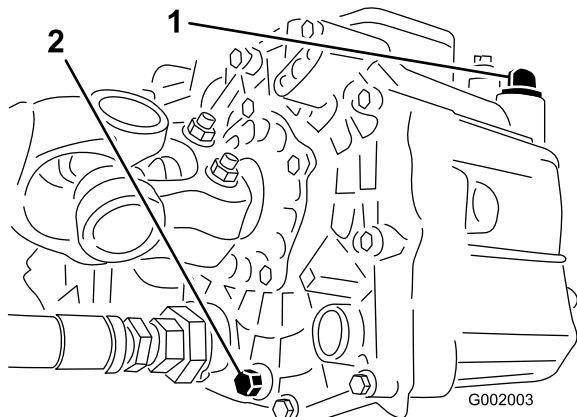

Figura 53
3. Togliete la valvola di spurgo situata sul fianco del serbatoio e lasciate defluire il fluido idraulico nella bacinella. (Figura 53).